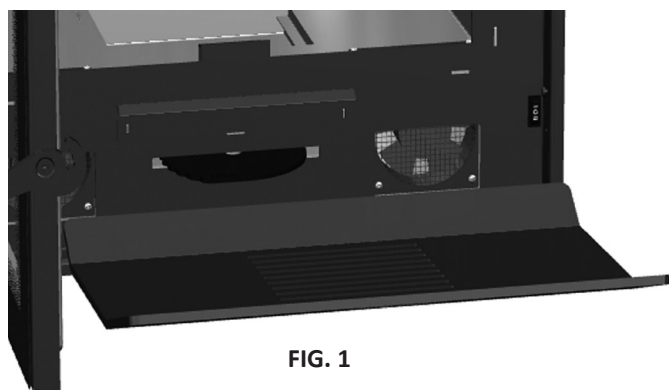

FIG. 1
1. Togliere dal dispositivo il deflettore, le coperture laterali e il fondo. Fare attenzione ai pezzi di vermiculite, si possono rompere. (Fig. 1)